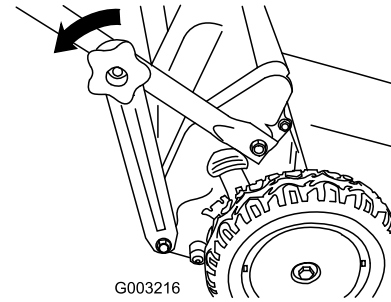

Figura 42
1. Retire los pomos del manillar inferior y desenganche los soportes del manillar inferior del extremo inferior de cada lado del manillar (Figura 42).